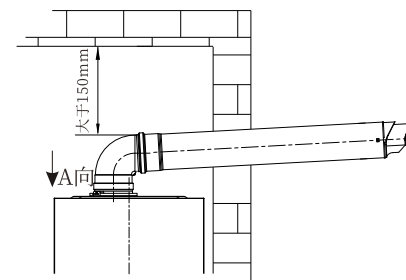

图3.6a
- (1) 同轴烟道的安装要严格按照CJJ12-2013及其它相关标准操作，烟道出口位置与周围建筑物开口的距离选择也要符合其标准要求，如图3.6a所示。
- (2) 为防止同轴烟道上的排气孔和进气孔被堵塞，应将同轴烟道伸出墙外。
- (3) 同轴烟道安装接触或穿过房屋墙壁的管道时，相对环境的表面温升应小于等于60K，当该温升超过60K时，应在同轴烟道通过易燃材料组成的墙体时；必须覆盖厚度在20mm以上的不耐耐高温材料围护，确保墙体表面温升小于等于60K。
- (4) 同轴烟道与其穿过的墙壁上的圆孔之间的间隙，不得用水泥类东西填充，请使用随机附件的烟道法兰密封，否则不利于维修操作。
- (5) 同轴烟道的外表面应与上面的建筑物相距45mm以上。
- (6) 若使用加长管，所有的接口处必须密封，不得使废气漏入室内。
- (7) 烟道口位置必须位于不会造成公害的地方。